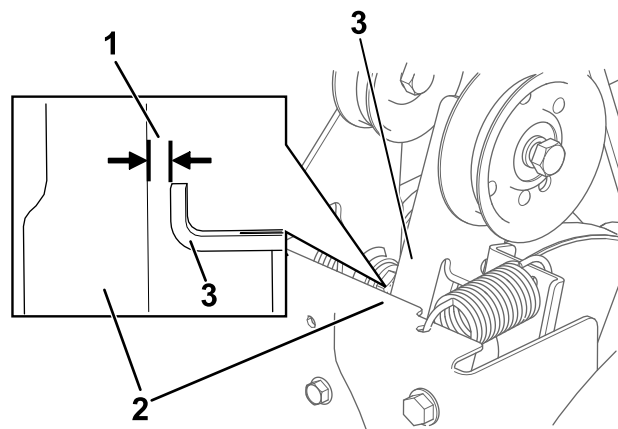

Figura 31
3. Cu maneta pentru melc/rotor decuplată, asigurați-vă că distanța dintre braul melcului și cadrul mainii este de 1,5 mm, așa cum se arată în Figura 31.